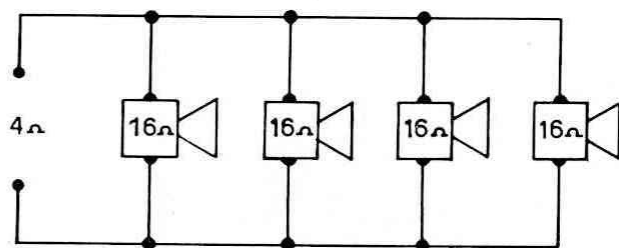

Fig. 1
- **in parallelo** (vedi fig. 1); l'impedenza complessiva R in ohm sarà: